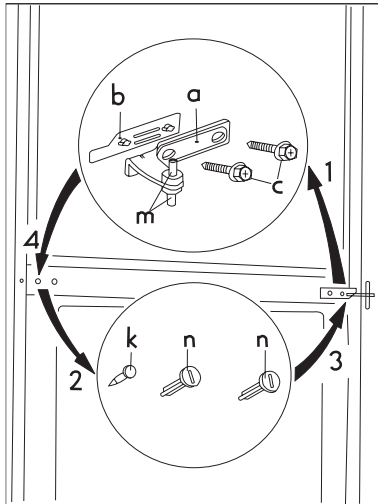

Abb. 1
- Mittleres Scharnier (a) mit Unterlage (b) abschrauben und durch Anheben der beiden Türen entfernen (Abb. 1)
- Blindstopfen am Mittelsteg umsetzen (2xn, k), mittleres Scharnier (a) mit Unterlage (b) um 180° drehen, beide Zapfen (m) in die Türbuchsen einfügen und beide Türen mit dem mittleren Scharnier wieder einsetzen (Abb. 1).
- Mittleres Scharnier festschrauben (c, Abb.1). Darauf achten, dass die Türspalte parallel sind. Die Einstellung erfolgt durch leichtes verschieben des mittleren Scharniers.